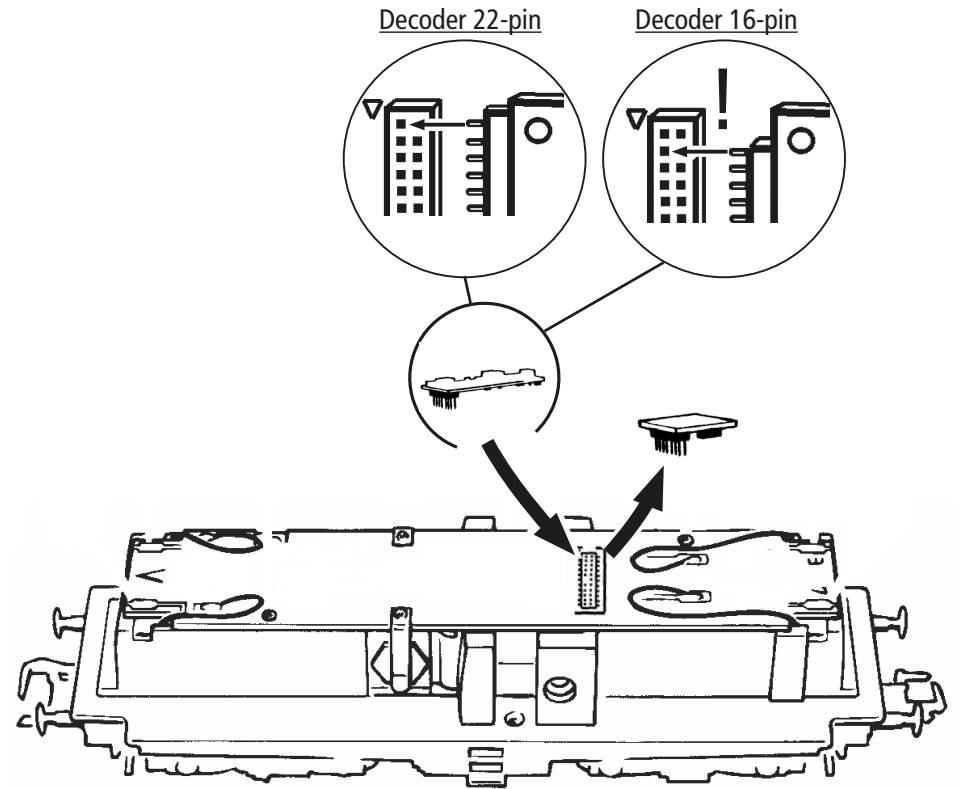
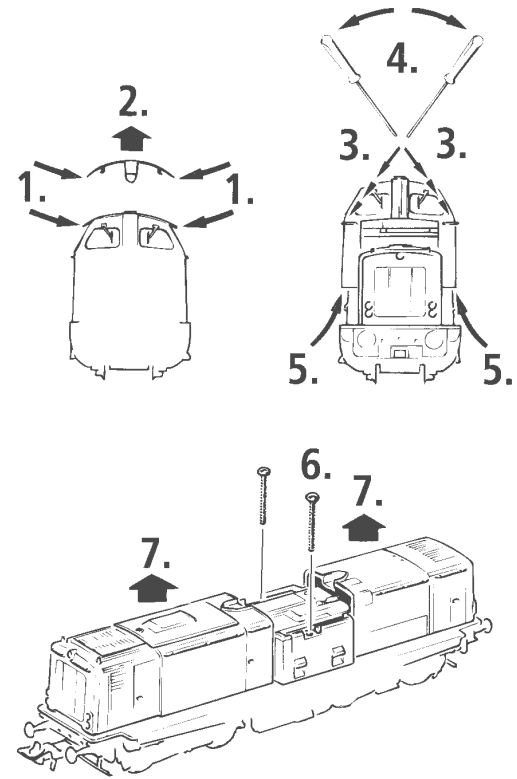

Fig. 8
Fig. 4
**1. Reinigung der Radstromkontakte:** Radstromkontakte können auf unsauberen Schienen leicht verschmutzen. Entfernen Sie **vorsichtig** mit einem kleinen Pinsel **den Schmutz** an den in Fig. 8 gekennzeichneten Stellen.
**3. Haftreifenwechsel:** Zuerst die Drehgestellblende abnehmen (Fig. 4). Danach den **Radsatz** herausnehmen und die **Haftreifen** mit einer Nadel od. mit einem feinen Schraubendreher abziehen (Fig. 8). Beim Aufziehen der neuen Haftreifen darauf achten, dass diese sich nicht verdrehen.
**1. Cleaning of wheel contacts:** Wheel contacts easily get dirty on tracks which are not entirely clean. Use a small brush to **remove dirt** from spots marked in fig. 8.
**3. Change of traction tyre:** Remove the bogie blind (fig. 4). Take out **wheel set** and remove **traction tyre** using a pin or a fine screwdriver (fig. 8). When pressing on the new traction tyre please **avoid twisting it**.
**1. Nettoyage des lames de courant aux roues:** Les lames de contacts risquent de s'encrasser rapidement sur des voies poussiéreuses. Veuillez **enlever la poussière** aux endroits marqués à la fig. 8 à l'aide d'un petit pinceau souple.
Enlevez la fiche de shuntage de l'interface (à conserver!) et enfichez finalement la fiche du module de télécommande aux prises de l'interface. Veuillez à la position correcte de la fiche (voir fig. 8).
**3. Échange des bandages d'adhérence:** Dé- montez d'abord **les flancs de bogies** des en-grenages (fig. 4). Délogez ensuite les essieux ban-dagées et enlevez, à l'aide d'une aiguille ou d'un tourne-vis fin, les bandages d'adhérence (fig. 8). Lors du montage des nouveaux bandages veuillez veiller à ce que les bandages **ne soient pas tor-dués**.